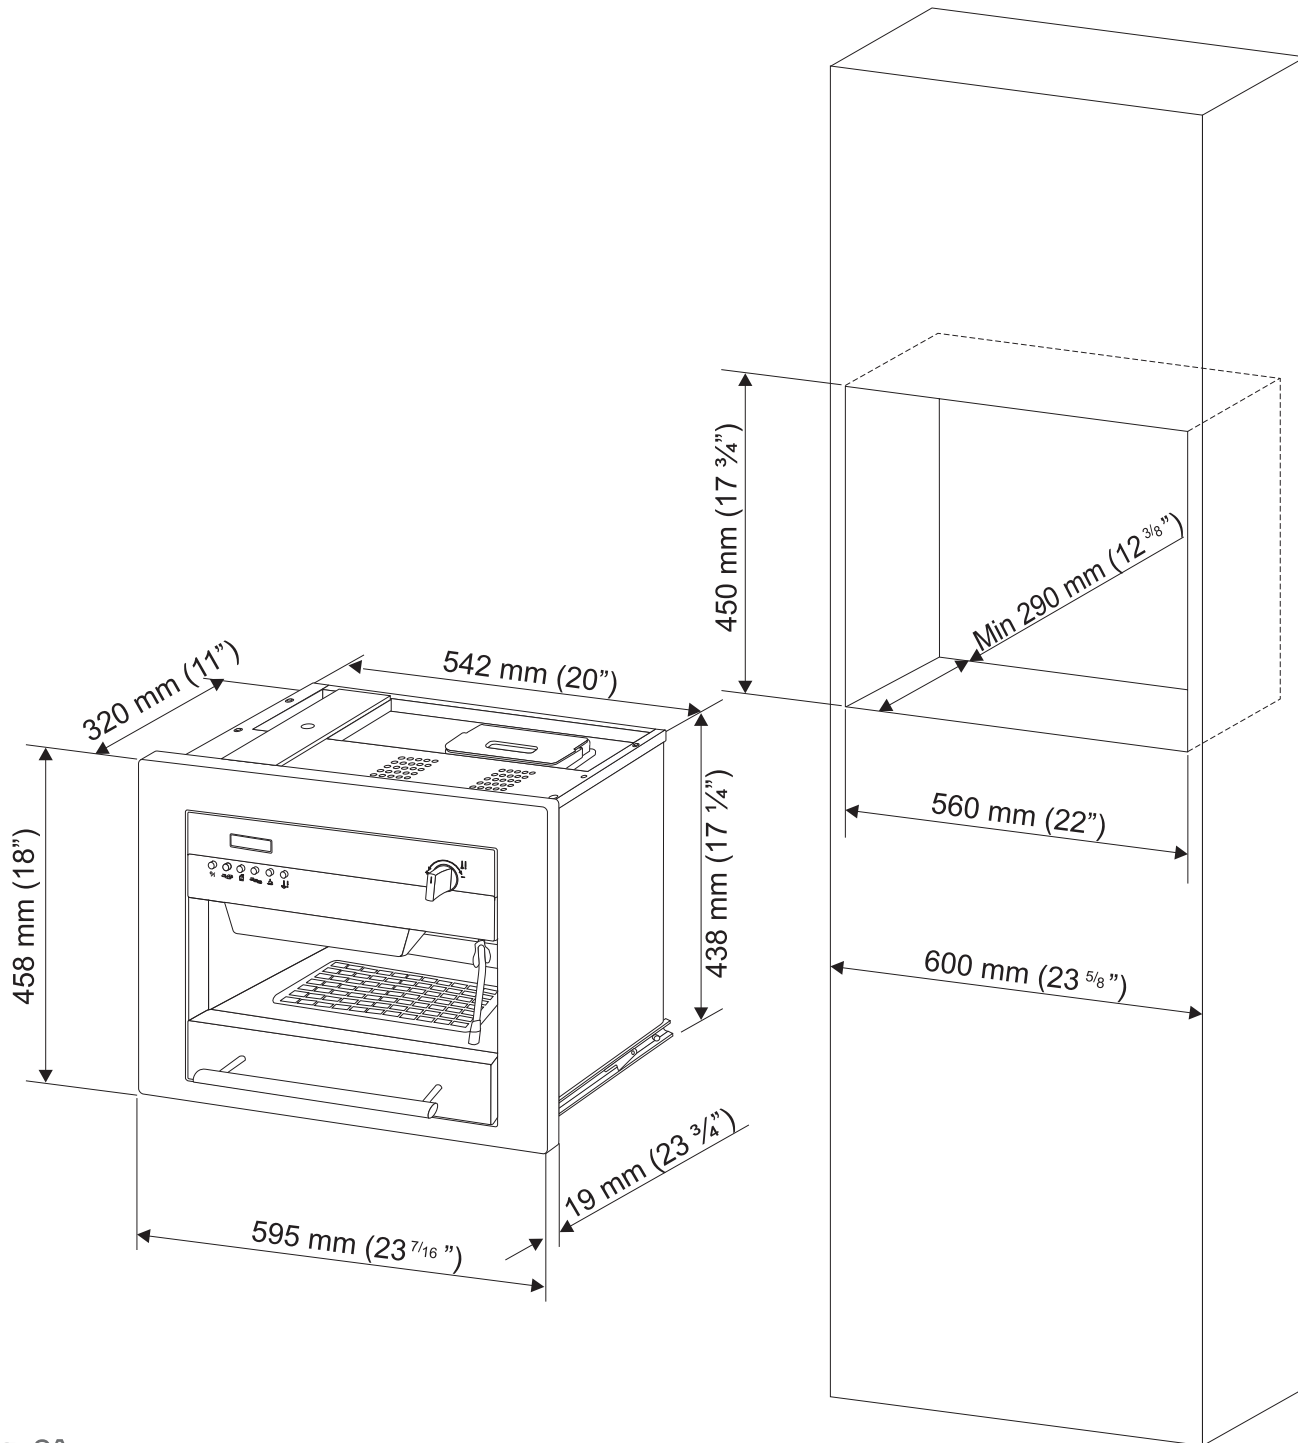

Fig. 2A
1. Vérifier que les dimensions de l'ouverture pour le logement de la machine correspondent à celle de la machine (fig.2A/B).